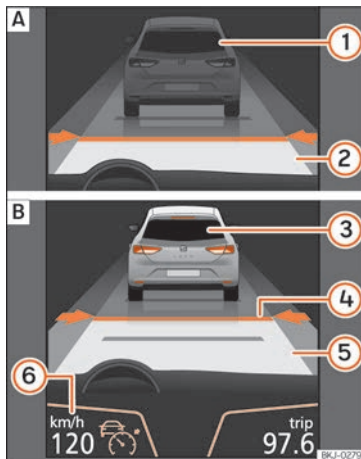
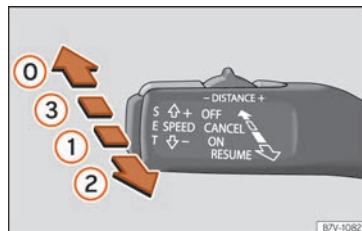
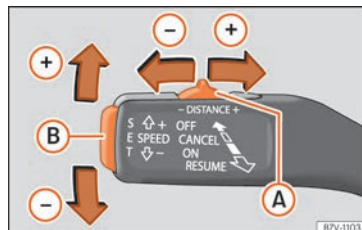

Fig. 250 En la pantalla del cuadro de instrumentos: [A] ACC inactivo (Standby). [B] ACC activo.
Fig. 252 A la izquierda de la columna de la dirección: tercera palanca para manejar el ACC.
Fig. 253 A la izquierda de la columna de la dirección: tercera palanca para manejar el ACC.
Indicaciones en la pantalla » » fig. 250:
Cuando el ACC está conectado, en el cuadro de instrumentos se ilumina el testigo de control verde (S) y en la pantalla se muestra la velocidad programada y el estado del ACC »» **fig. 250.**
- Para activar el ACC mueva la tercera palanca a la posición **ON** »» fig. 252 ①. En este momento el ACC no está activo ni hay velocidad programada.
• A continuación pulse la tecla **SET** »» fig. 253 ② o desplace la palanca a la posición **RESUME** »» fig. 252 ②. En este momento se activa el ACC, se programa la velocidad actual y la distancia. La imagen del cuadro pasará a modo Activo »» fig. 250 ③.
- Para programar la velocidad desplace la tercera palanca hacia arriba (+) o abajo (-) hasta la velocidad deseada »» fig. 250 ④. El ajuste de la velocidad se realiza en intervalos de 10 km/h (6 mph).
- En caso de que se desee incrementar la velocidad en intervalos de 1 km/h (0,6 mph), desplace la palanca hacia la posición **RESUME** »» fig. 252 ② o para disminuirla pulse la tecla **SET** »» fig. 253 ②.
- Para aumentar o reducir el nivel de distancia desplace la tecla (A) hacia la derecha o la izquierda »» fig. 253.
En la pantalla del cuadro de instrumentos se modifica el nivel de distancia seleccionado »» fig. 250 ④. Se puede seleccionar entre 5 niveles de distancia. SEAT recomienda el nivel 3. La distancia programada puede modificarse con el vehículo detenido o durante la conducción »» ⑤.
- Para desconectar el ACC mueva la palanca a la posición **OFF** (fija) »» fig. 252 ①. En ese momento aparece el texto **ACC desactivado** y la función queda completamente desactivada.
La aceleración del sistema se puede interrumpir en todo momento pisando el freno o empujando la tercera palanca hacia la posición **CANCEL** »» **fig. 252** .
jando la tercera palanca hacia la posición **CANCEL** »» **fig. 252** .